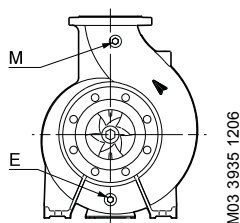

Рис. 25 Пробка сливного отверстия и пробка отверстия для заливки насоса
4. Установить пробку (М) в отверстие для выпуска воздуха. Заливочную воронку можно устанавливать как в отверстие для выпуска воздуха, так и в соответствующее отверстие во всасывающем трубопроводе. См. рис. 25. Рекомендуется установить устройство автоматической заливки насоса, а также предусмотреть устройство защиты от сухого хода.
Стрелки на корпусе двигателя показывают правильное направление вращения. Если смотреть со стороны всасывающего фланца, вал должен вращаться против часовой стрелки. См. рис. 25.